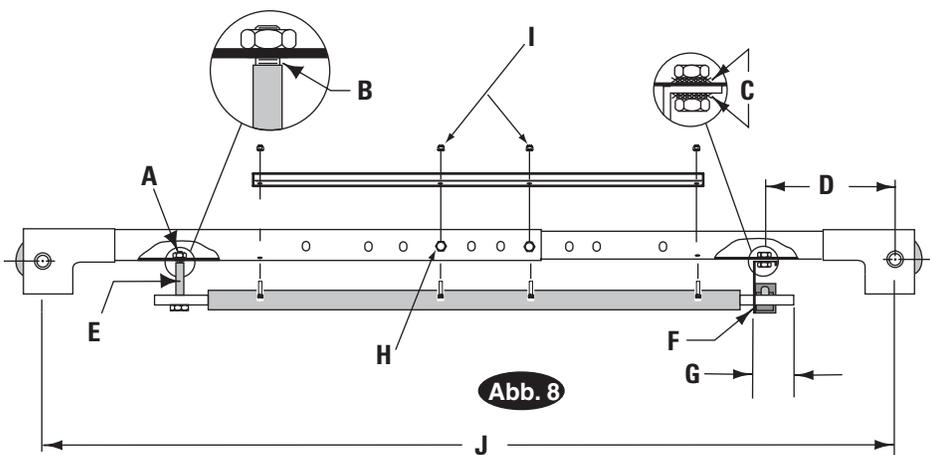
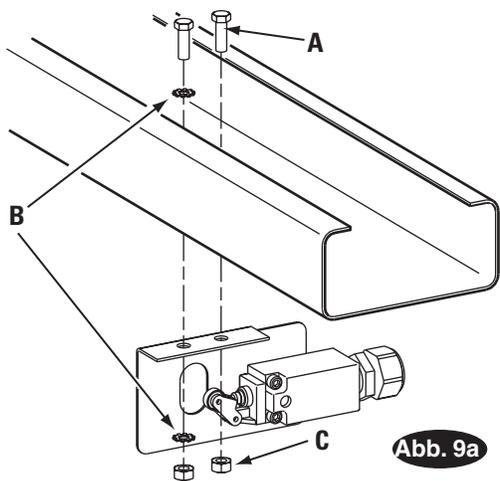

Abb. 8 Detail
Abb. 9a Detail
**8. Montieren der Overheadeinheit:** Overheadeinheit auf 2896 mm zwischen der Mittellinie der Laufrollen-Bolzen einstellen (Abb. 8). (2) 3/8"-16NC x 3/4" angeflanschte HHCS und angeflanschte Sicherheitsmuttern anbringen, nicht anziehen. Overhead-Versteifungswinkel in der Mitte des Overheadelements mit (4) 3/8"-16NC x 1" angeflanschte HHCS und angeflanschten Sicherheitsmuttern anbringen, siehe Abb. 8.
**8a.** Overheadschalter für Hebebühnen der M-Serie: Montieren Sie die Schalterbaugruppe an der Säule mit der Stromversorgungseinheit mithilfe von (2) 1/4"-20NC x 3/4" lg. HHCS, 1/4"-20NC-Muttern und 1/4" Sternscheiben, Abb. 8 und Abb. 9a.